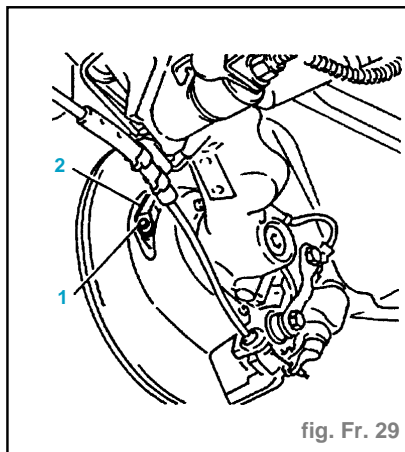

fig. Fr. 29
- Desserrer la vis (1) (fig. Fr. 29).
- Déposer le capteur (2).